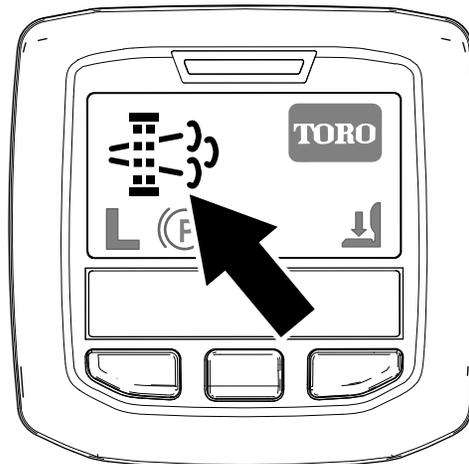

Figure 30
- L'icône de régénération en stationnement s'affiche dans l'InfoCenter (Figure 30).